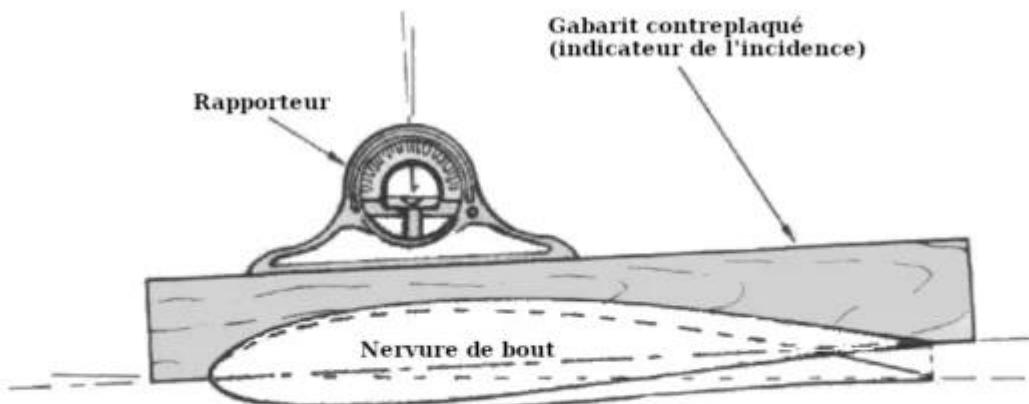

FIGURE 1
- **Un rapporteur** : Utilisez-le pour vérifier des angles identiques tels que l'incidence à chaque extrémité d'aile (voir figure 1).
Une façon de vérifier que les deux extrémités ont la même quantité de vrillage ou d'incidence consiste à utiliser un demi-gabarit en contreplaqué. Fabriquez-en un pour chaque aile. Réalisez le gabarit avec une surface supérieure droite sur laquelle vous pourrez placer un niveau-rapporteur pour vérifier l'alignement. Alternativement, si le fuselage ne gêne pas votre ligne de visée, vous pouvez poser une règle droite sur le dessus des demi-gabarits et plisser les yeux d'une extrémité d'aile à l'autre pour voir si les deux règles droites sont parallèles entre elles. Si c'est le cas, les deux extrémités ont la même incidence (voir figure 1).